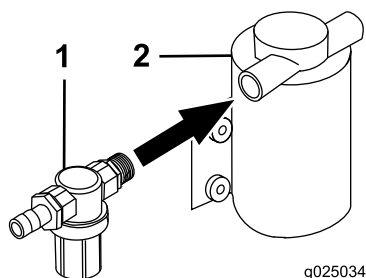

Figura 22
2. Montate il gruppo del filtro di pressione sulla pompa di lavaggio, nel raccordo (Figura 22).